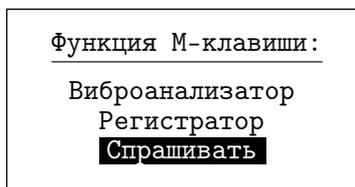

Рис. 3.37
3.7.1. **"Функция М-клавиши"** (Рис. 3.37).